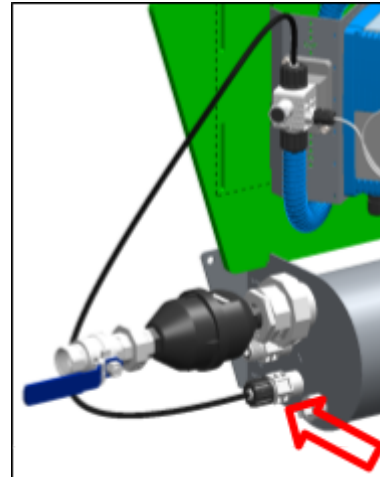

Figure 35.
18. Montage : Vissez l'injecteur sur le côté gauche du réservoir de mélange, au niveau de « DioClean FP 1-G ». Voir la figure 35.
19. Raccordez le tuyau noir du régulateur de débit à l'injecteur que vous venez de monter (voir figure 35).